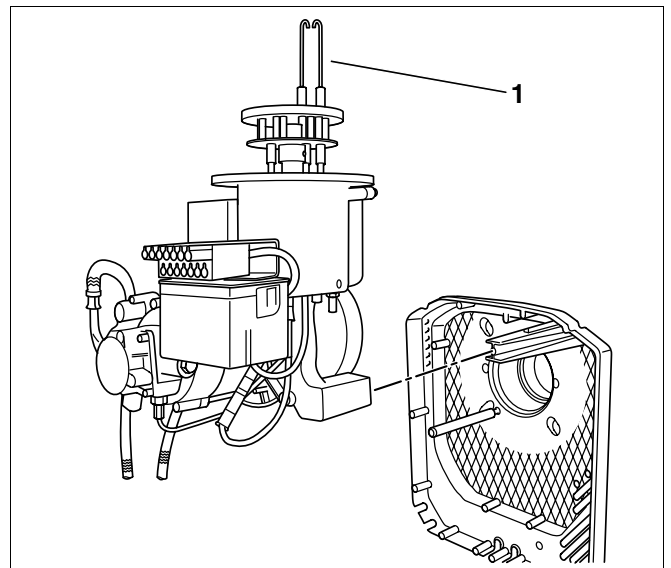

Fig. 46 Placer le brûleur en position d'entretien
- Placer le brûleur en position d'entretien (fig. 46).
Les électrodes d'allumage (fig. 46, **pos. 1**) ne doivent présenter aucun dépôt.
- Démontez l'électrode d'allumage (fig. 46, **pos. 1**).